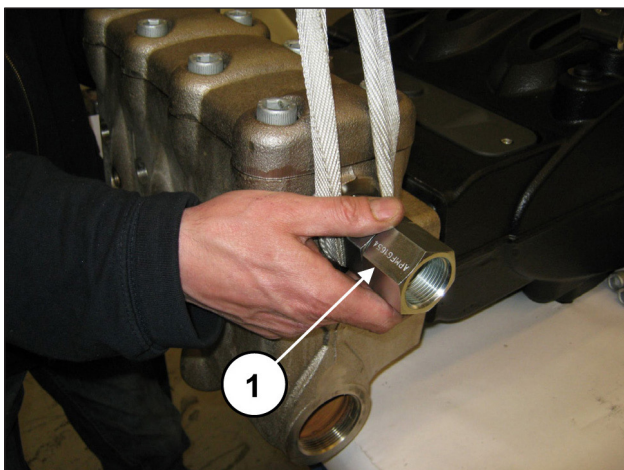

Fig. 108
⚠️ Durante a desmontagem do cabeçote, preste atenção especial para não bater os pistões (pos. ①, Fig. 108).